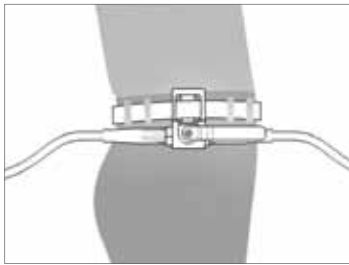

Abbildung 4
3. Schließen Sie den Hochdruckschlauch (Zuleitung und Schlauch zum PvSpin) am Absperrhahn an (Abbildung 4). Schließen Sie den Hochdruckschlauch am Schlauchanschluss ❶ an.